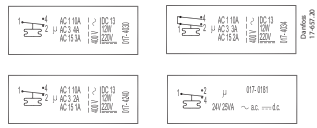

Fig. 3
Contact load: See switch cover or fig. 3. The marking, e.g. 10 (4) A, 400 V ~ AC means that max. connection current is 10 A ohmic and 4 A inductive at 400 V. The max. starting current on motor cutin (L.R.) may be up to seven times the inductive load - but max. 28 A.
See figs. 3 and 14
Kontaktbelastning: Se kontaktdækslet eller fig. 3. Mærkningen f.eks. 10 (4) A, 400 V ~ AC angiver, at der maks. må tilsluttes 10 A ohmsk og 4 A induktiv belastning ved 400 V. Den maksimale startstrøm ved indkobling af motor (L.R.) må være op til syv gange den induktive belastning – dog maks. 28 A.
Se fig. 3 og 14